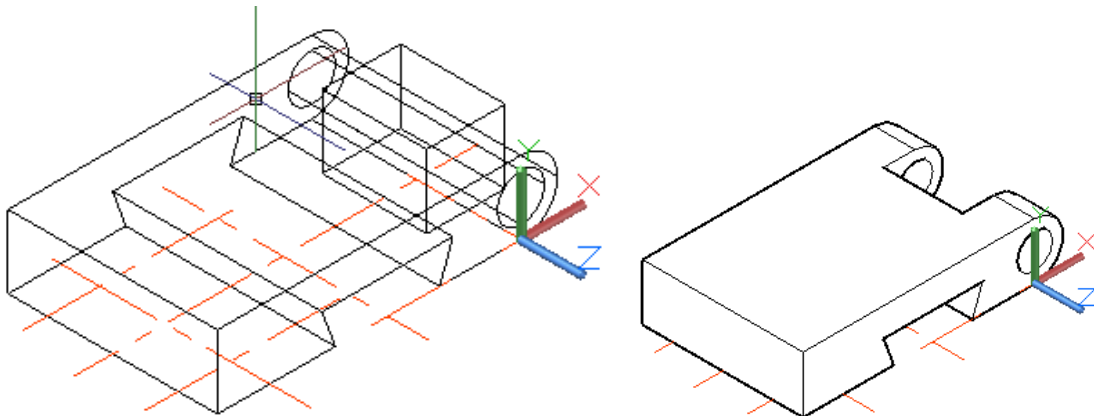

Рис. 4.6. Вычитание цилиндра и ящика
9. Постройте цилиндр, образующий отверстие, и вычтите его из полученного основания (рис. 4.6).
10. Чтобы получить призматический паз, создайте ящик и вычтите его из основания (рис. 4.6).
В результате будет построен ящик, как на рис. 4.6.